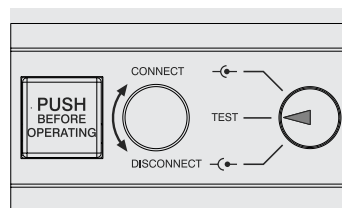

Abbildung 102
- Leistungsschalter in Prüfstellung (siehe Abbildung 102)